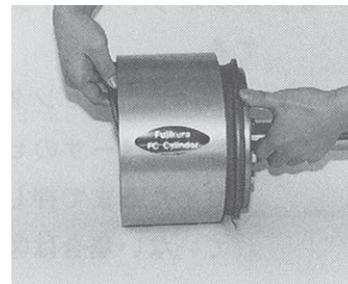

Fig.50
- ⑤ ピストン・ロッド／BFダイヤフラム Ass'y をシリンダに挿入し、BFダイヤフラムRのビードがセンターシリンダのR側に出るまで同芯を静かに押し込む。その際、挿入側の反対から手を入れ、BFダイヤフラムを同時に引き出す。(Fig.50)